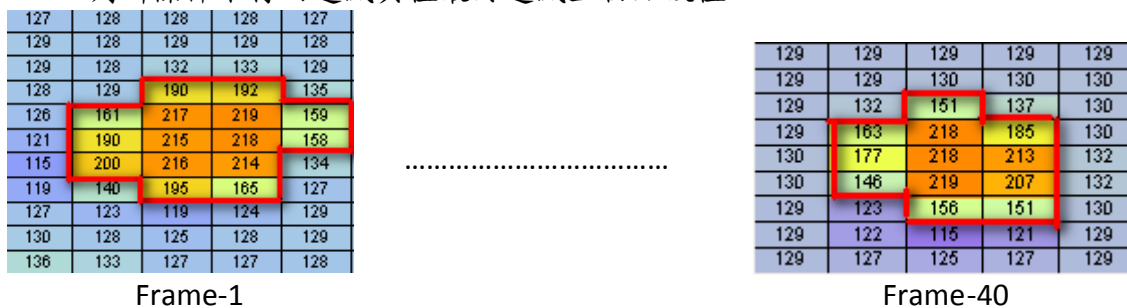

Figure 5-38: 大拇指並點判斷計數最大值按壓能量示意圖
- ◆ 如下圖 Figure 5-38 示意。大拇指按壓區域計數累積到最大數值 40 能量示意。當大拇指離開時。GROUPING_THUMB_BOUNCE 會因為 GROUPING_THUMB_NUM 判斷條件不符而遞減其值最終遞減至初始設定值。